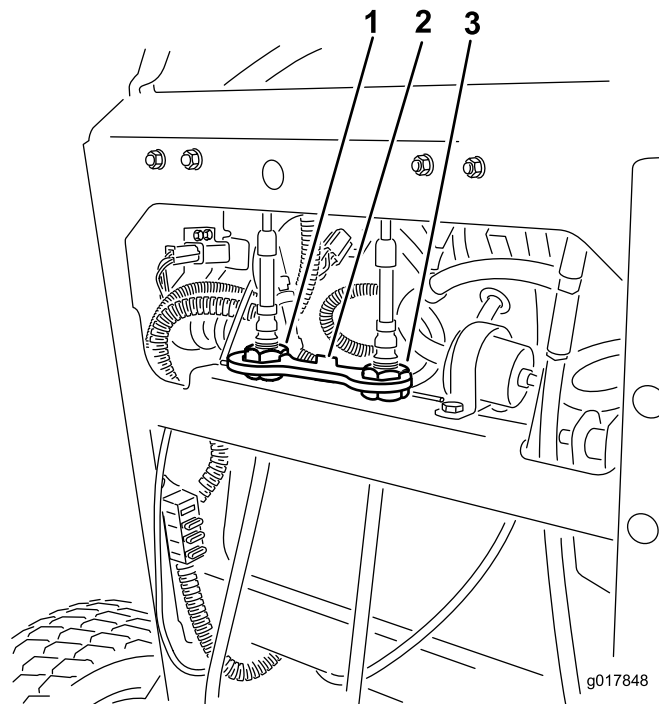

Figure 74
6. Placez le verrou à câble sur les écrous de réglage de câble pour bloquer le réglage (Figure 74).